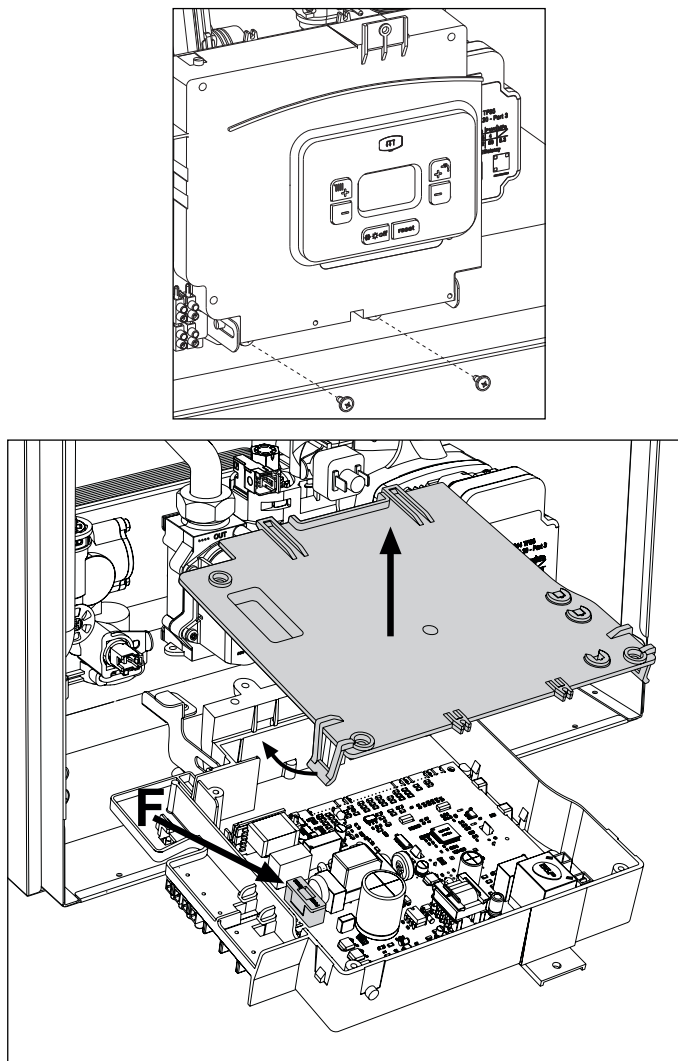

fig. 20
Seguendo le indicazioni di fig. 20, è possibile accedere al fusibile (F).
2.5.5 Configurazione Interruttore ON/OFF (A fig. 20)